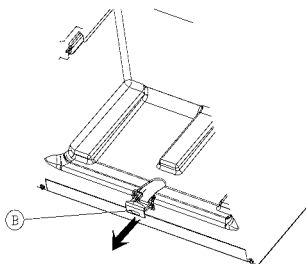

FIGURE -2-
- 2- Retirez la **bonde de vidange (B)** située sous le compartiment congélateur (figure-2).